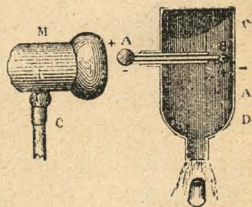

Fig. 187.—Pistola de Volta.
4. **Efectos químicos.**—La chispa eléctrica puede excitar ciertas acciones químicas, tales como la combinación ó descomposición de ciertos cuerpos; se usa de ella, por ejemplo, en la síntesis del agua, por medio del *eudiómetro de mercurio*. Puede darse á este experimento la forma que indica la fig. 187; el aparato toma entonces el nombre de *pistola de Volta*.